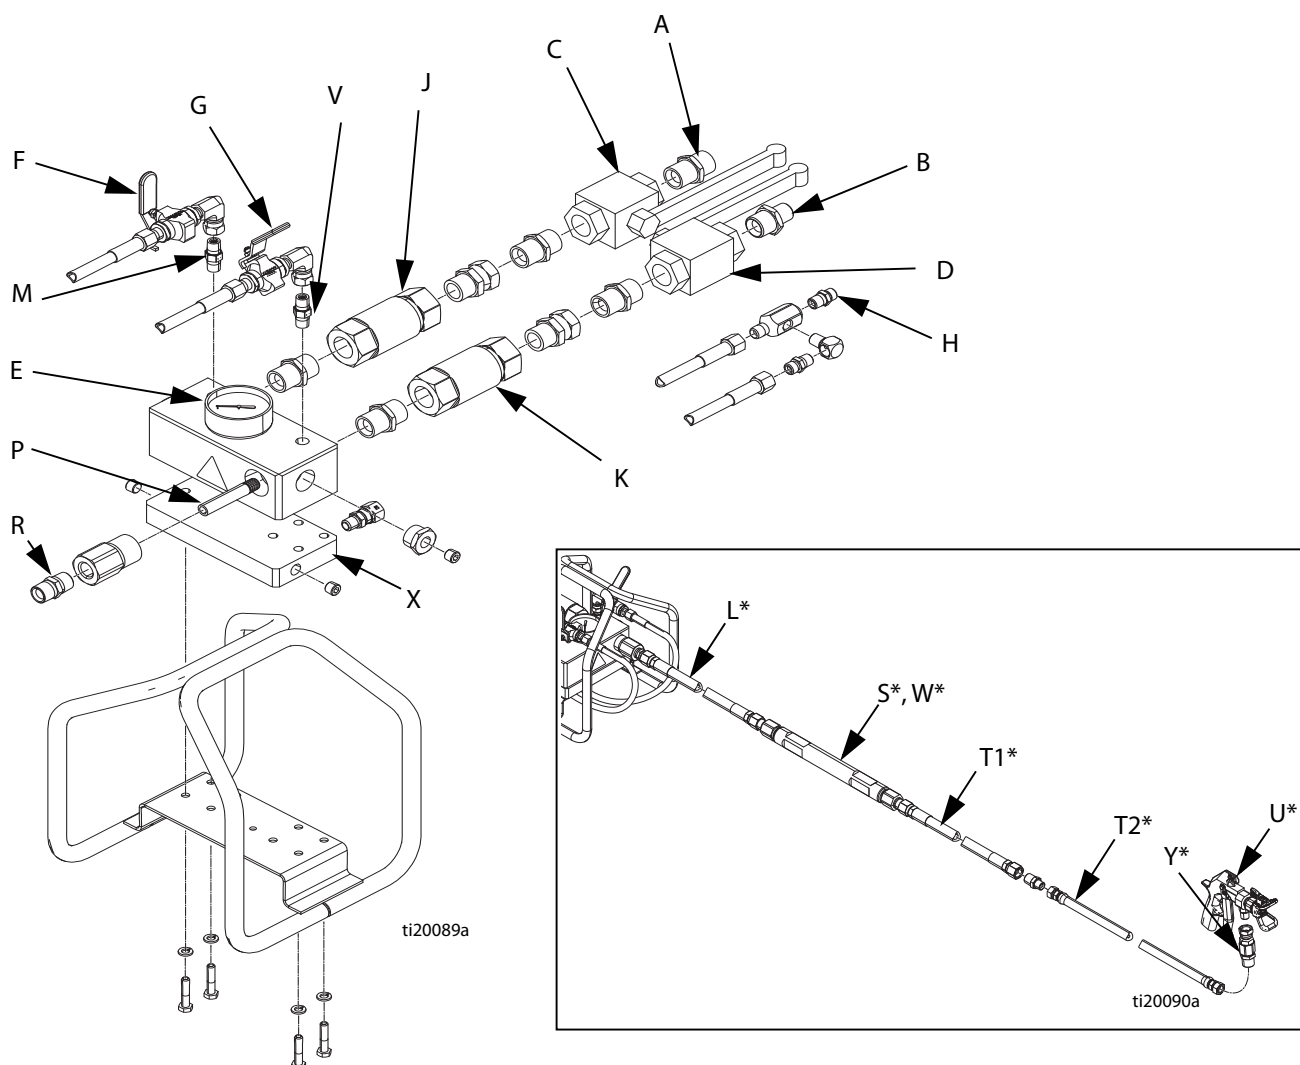

РИС. 1. Стандартная установка
Для настройки (см. рис. 1 на стр. 6) выполняйте приведенные ниже рекомендации.
См. рис. 1, стр. 6. Впускные отверстия для жидкостей А и В оборудованы обратными клапанами 3/4 дюйма, шаровыми клапанами и фитингами 3/4 дюйма x 3/4 дюйма npt и фитингом 3/4 дюйма x 1/2 дюйма. Подключите шланги подачи жидкости 3/4 дюйма и 1/2 дюйма prsm(f) с помощью двух ниппелей с переходниками.
См. рис. 1, стр. 6. Подключите линию подачи растворителя от насоса для растворителя к впускному клапану для подачи растворителя (H) 1/4 npt(m). Используйте заземленный, разрешенный к применению компанией Graco шланг, совместимый с максимальным рабочим давлением жидкости в насосе для растворителя. Выбранный растворитель должен быть химически совместим с материалом внутренней оболочки шланга.
См. рис. 1, стр. 6. Подключите интеграторный шланг (L) с внутренним диаметром 12 мм и длиной 0,6 м (минимум) к выпускному отверстию для жидкости в смесительном коллекторе (R). Затем подключите статический смеситель (S) и смесительный шланг (T1) к интеграторному шлангу (L) 1/2 npt(f). Затем подключите оплетенный шланг подачи жидкости (T2) к смесительному шлангу, а пистолет – к оплетенному шлангу.
См. рис. 1, стр. 6. Коллектор XM PFP оборудован алюминиевой пластиной толщиной 2,54 см с латунным компрессионным фитингом для полиамидного шланга с внешним диаметром 1/2 дюйма и внутренним диаметром 3/8 дюйма. Пластина используется для циркуляции нагретой смеси воды и гликоля для нагревания коллектора.